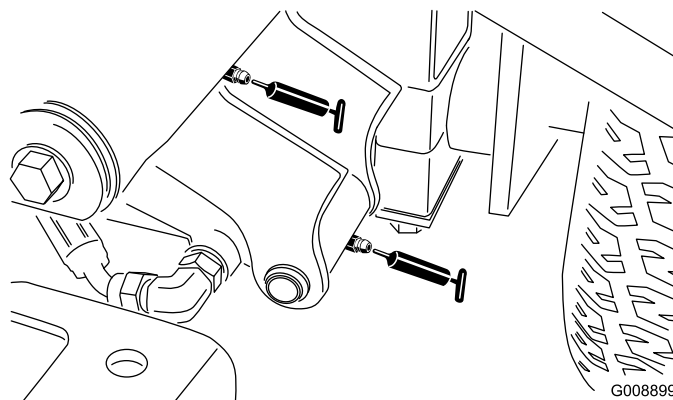

**Bild 29**
- Drehbüchsen am vorderen Mähwerk (Bild 29)